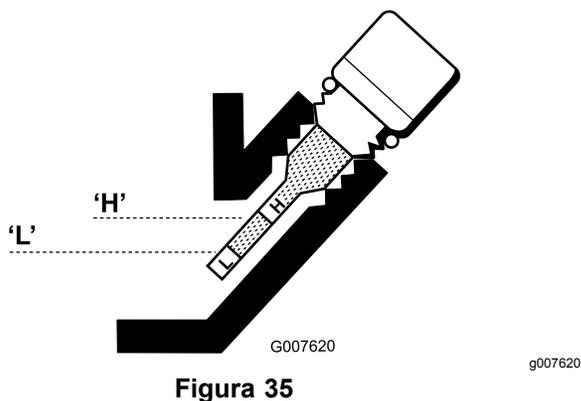

Figura 35
6. Si el nivel es bajo, añada solamente aceite suficiente para que llegue entre las marcas "H" y "L" de la varilla (Figura 35). Compruebe el nivel del aceite.